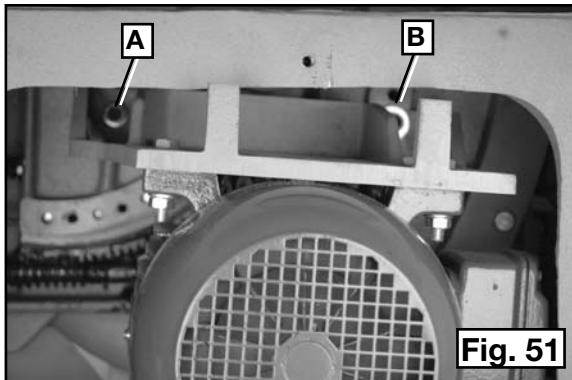

Fig. 51
2. Desserrer le boulon (A) Fig. 51 et enlever le boulon (B).